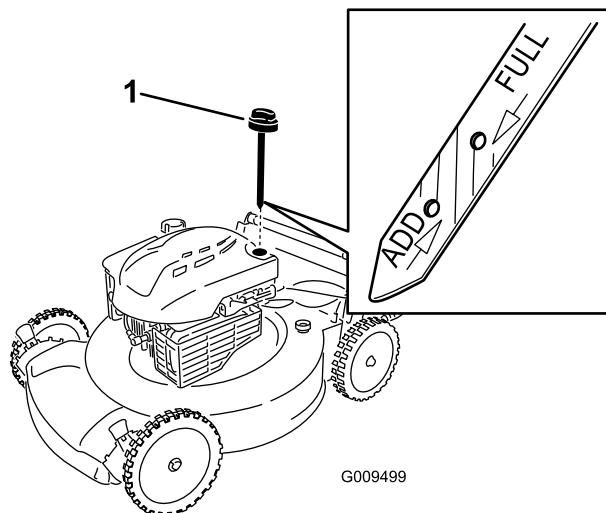

Figure 8
2. Retirez la jauge (Figure 8).
**Remarque:** Si le niveau n'atteint pas le repère **minimum** (Add) de la jauge, versez **lentement** une quantité d'huile suffisante dans le goulot de remplissage, patientez 3 minutes et répétez les opérations 3 à 5 jusqu'à ce que le niveau d'huile atteigne le repère **maximum** (Full) (Figure 8).